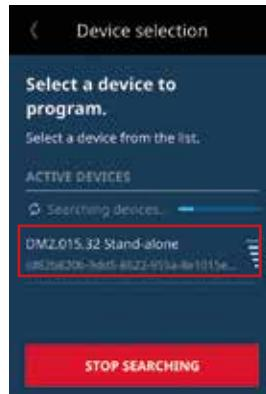

Figura 7B - Tela conexão bluetooth
6. Clique no dispositivo encontrado, similar ao exemplo da Figura 7B para conectar-se ao VFD EH ou VFD EM.